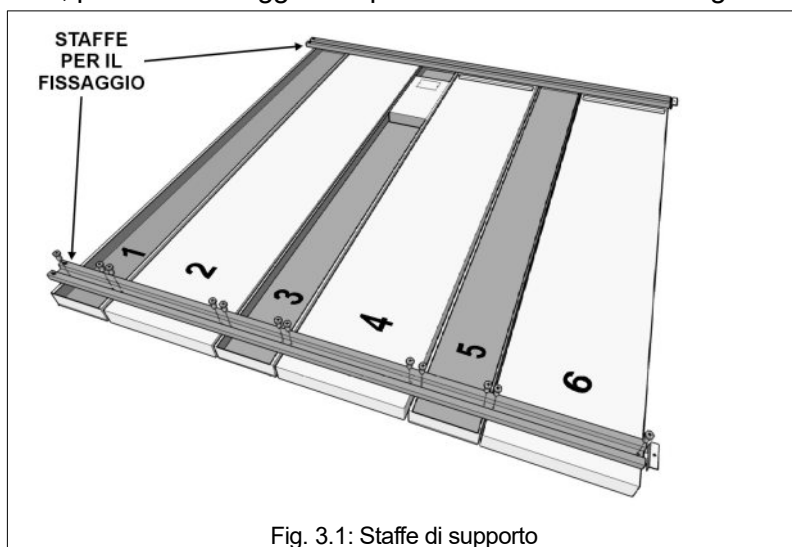
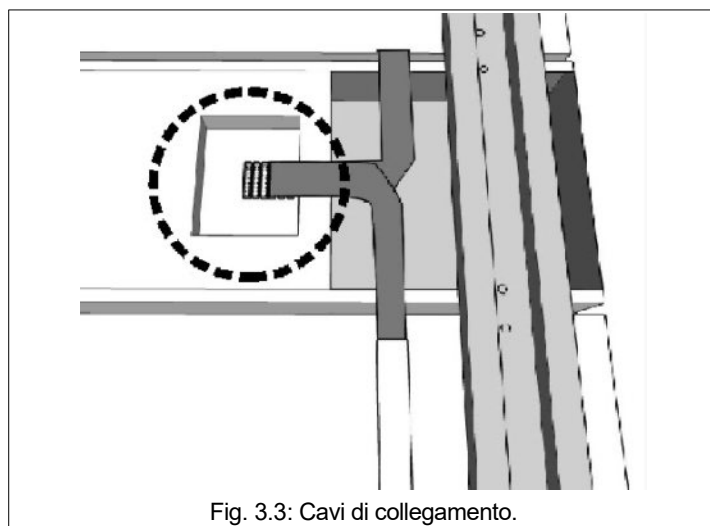

Fig. 3.1: Staffe di supporto
Fig. 3.3: Cavi di collegamento.
2. Si consiglia di distendere sul pavimento dei cartoni od altra protezione, come base di lavoro per la preparazione del tabellone. Disporre i moduli con la parte frontale rivolta verso il pavimento e secondo la numerazione riportata sul retro (Fig. 3.1), in modo da formare il pannello voluto (vedere i vari modelli a pagina 13). Verificare inoltre che il cavo piatto dei vari moduli (Fig. 3.3) resti libero per i successivi collegamenti.
3. Posizionare le due staffe sopra i moduli allineandone i fori di fissaggio, e bloccarle saldamente ai moduli usando le viti in dotazione (vedere Fig. 3.1) ed un cacciavite a croce.
2. Collegare i cavi piatti provenienti dai vari moduli ai connettori (Fig. 3.3) della scheda elettronica alloggiata nel vano di collegamento.